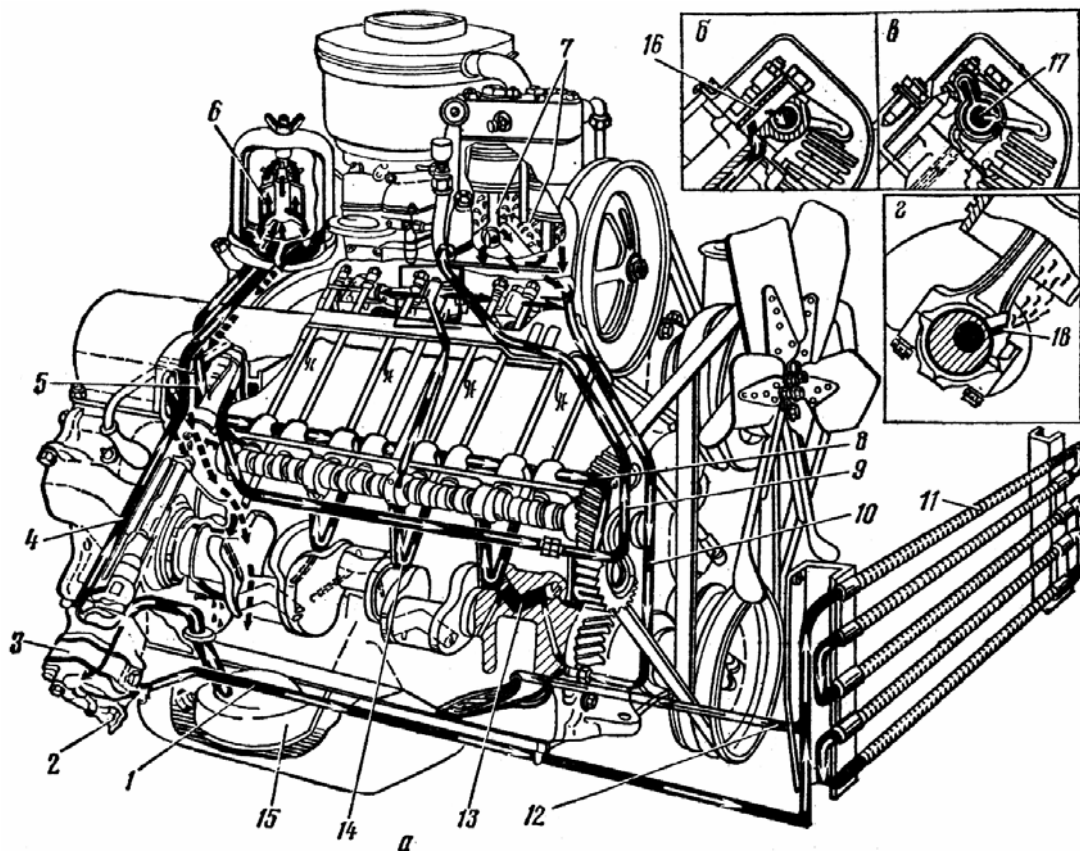

Рис. 2.15. Схема смазочной системы двигателя ЗИЛ-130:
1. По плакату или рис. 2.15 изучите общее устройство системы. Уясните название ее деталей. Изучите схему подачи масла к трущимся поверхностям деталей.
Из левого магистрального канала 8 масло поступает к пяти коренным подшипникам коленчатого вала, а от них по каналам в щеках - к шатунным. При совпадении отверстий нижних головок шатунов с каналами шатунных шеек оно выбрызгивается из отверстий 18 на стенки цилиндров и поршней (рис. 2.15, г). Масло, снимаемое со стенок цилиндров маслоъемными поршневыми кольцами, отводится через отверстия в канавках внутрь поршней. Им смазываются поршневые пальцы в бобышках поршней и в верхних головках шатунов.
В средней шейке распределительного вала просверлены отверстия, при совпадении которых с отверстиями в блоке цилиндров (один раз при каждом обороте распределительного вала) масло пульсирующей струей направляется в каналы, выполненные в блоке и в каждой головке цилиндров. Из них через каналы 16 в стойках осей коромысел (рис. 2.15, б) масло поступает внутрь по-
лых осей 17 коромысел (рис. 2.15, в), а оттуда ко втулкам и далее по каналам в коротких плечах к сферическим опорам штанг. Через отверстия с противоположных сторон коромысел масло выбрызгивается на клапаны и механизмы их поворота. Кулачки распределительного вала смазываются маслом, стекающим по штангам, а толкатели - под давлением из магистральных каналов.